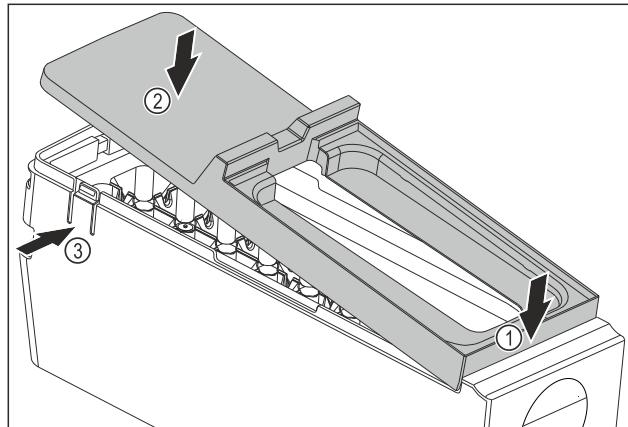

Fig. 139
- Montați apărătoarea corpului EasyTwist-Ice: Așezați în față apărătoarea. Fig. 139 (1)
- Coborâți în spate apărătoarea. Fig. 139 (2)
- ▷ Apărătoarea se fixează în poziție cu zgromot specific în cele două eclise Fig. 139 (3).